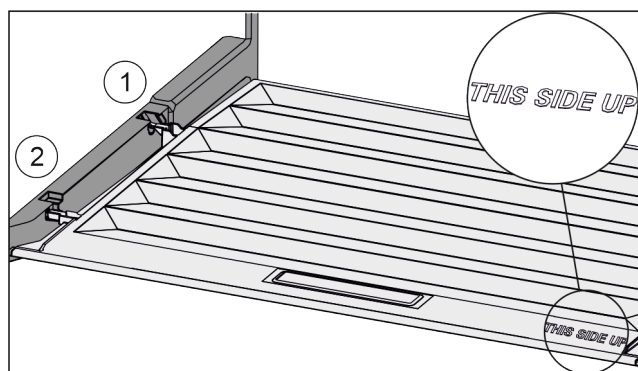

Fig. 49
- ▶ Výstupky veka zaveďte cez otvor zadného držiaka Fig. 49 (1) a zaistíte vpredu v držiaku Fig. 49 (2).